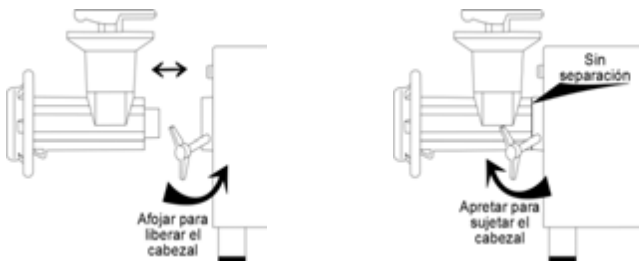

FIG.4 SUJECIÓN DEL CABEZAL
- 1.- Retire la tuerca (17) girándola en contra de las manecillas. Extraiga el cedazo (16), Navaja (15) y el gusano (13).
- 2.- Gire la perilla para cabezal (7) en contra de las manecillas para aflojar el cabezal (10) y retirarlo. (ver FIG. 4).
- A. Después de ensamblar el cabezal (10), gire la perilla de sujeción (7) en contra de las manecillas del reloj
- B. La navaja (15) debe insertarse con el filo hacia enfrente, en la flecha del gusano.
- C. Posicione el cedazo (19) centrado contra la navaja (18) asegurando que la muesca coincida con el pin insertado en el cabezal.
2. Usando un cepillo de cerdas suaves (no incluido - Ver Fig 4) lave cada componente con solución jabonosa, especialmente dentro del cabezal (10) para desechar restos de carne acumulados.
5. Lubrique navaja (15) y cedazo (16) con el aceite grado alimenticio. Ensamble otra vez.